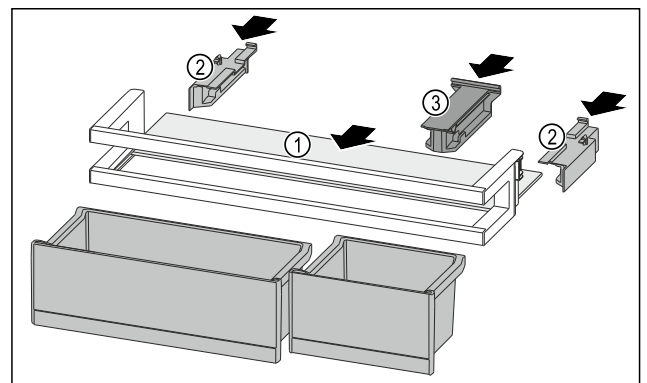

Fig. 122
- Introduzca el estante Fig. 122 (1) en los huecos laterales.
- Inserte las partes laterales Fig. 122 (2).
- Inserte la pieza de retención Fig. 122 (3).